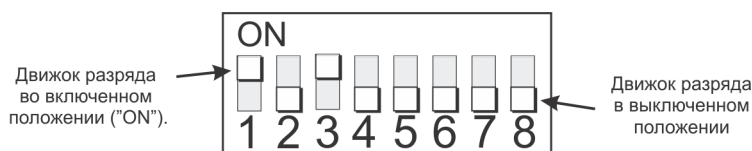

Рисунок 26
- Для выставления адреса на плате модуля используется 8-разрядный DIP-переключатель. Заводская установка для всех разрядов DIP-переключателя - выключенное положение, что соответствует нулевому адресу. Возьмите отвертку и установите движки каждого разряда DIP-переключателя в положение соответствующее определенному адресу согласно таблице адресов (**приложение №3**). Например, для установки 5-го адреса, переместите движки 1-го и 3-го разрядов DIP-переключателя вверх, во включенное положение, промаркированное на корпусе DIP-переключателя как “ON” (рисунок 26). Движки остальных разрядов установите в нижнее (выключенное) положение. В таблице адресов включенное состояние движка указано как “on”, выключенное состояние обозначено прочерком. Движки 7-го и 8-го разрядов DIP-переключателя всегда должны находиться в выключенном положении.